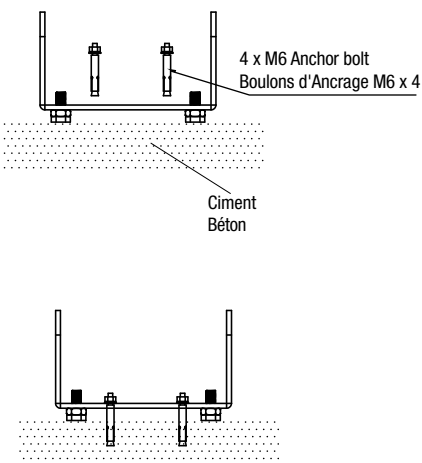

Fig. 3
5. Install the mounting bracket into the cement using the four anchor bolts (Fig. 3 and Fig. 5 for mounting dimensions)).
5. Installer le support de montage dans le béton en utilisant les quatre boulons d'ancrage (Fig. 3 et Fig. 5 pour les dimensions de montage)).